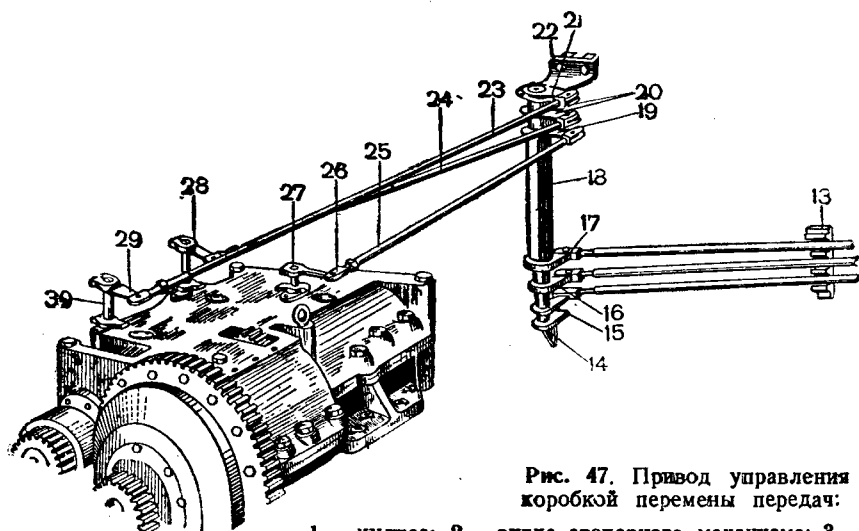

Рис. 47. Привод управления коробкой перемены передач:
(рис. 47)
5. В случае несовпадения острия скобы с контрольными кернами изменить длину тяги валика управления (рис. 47), соответ-